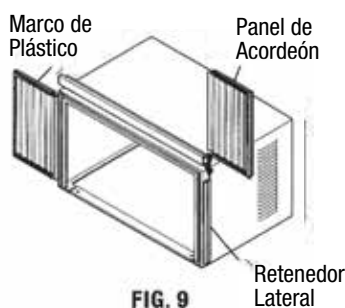

FIG. 9
2. Sección lateral "I" del panel de acordeón en el retenedor lateral en el lado del gabinete. (Vea la Fig. 9) Haga esto en ambos lados.